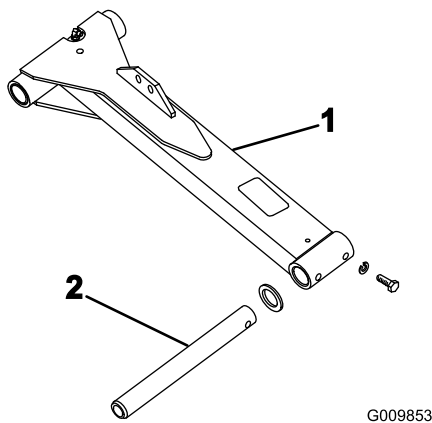

Figura 5
1. Inserite un'asta orientabile nel braccio di sollevamento sinistro e allineate i fori di montaggio (Figura 5).